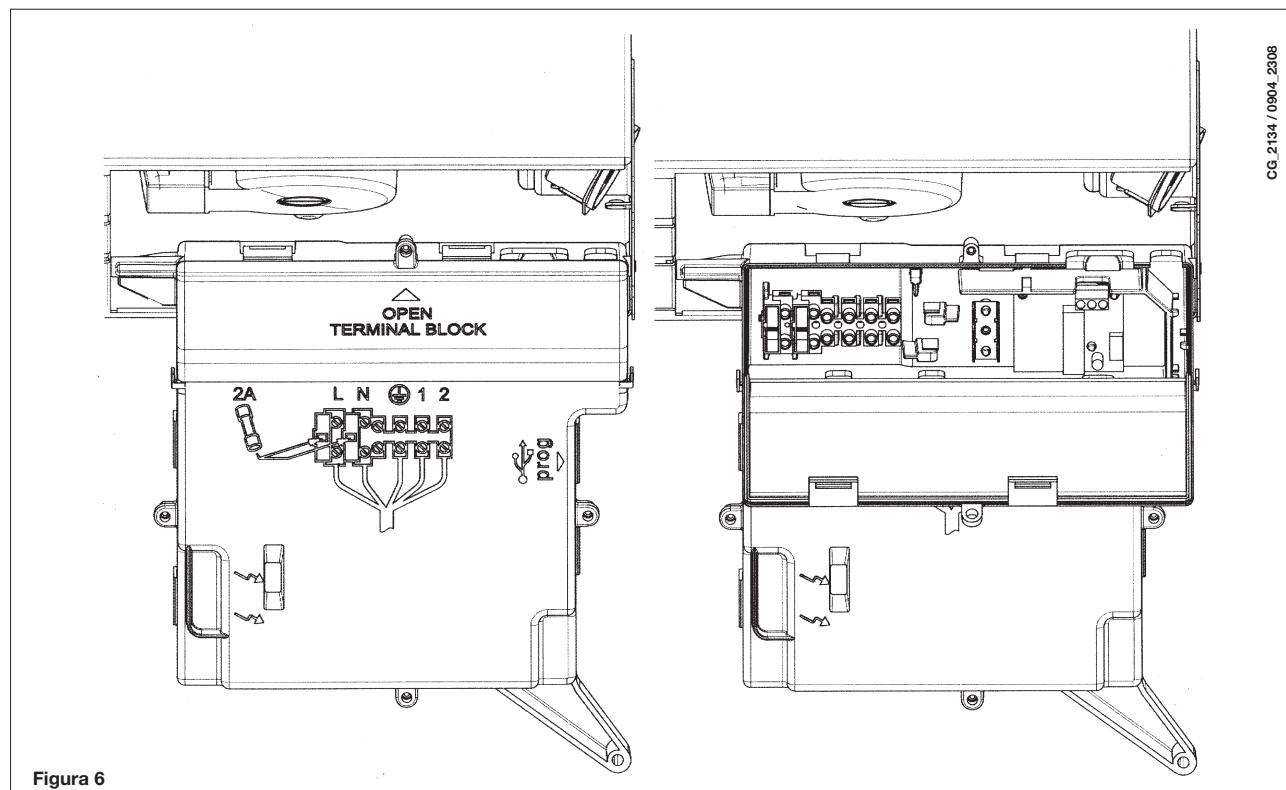

Figura 6
- tire a tampa para aceder à zona das ligações eléctricas (figura 6).
- acceda à régua de bornes de alimentação (figura 6) como se descreve no capítulo anterior;
- retire a ponte entre os bornes (1) e (2);